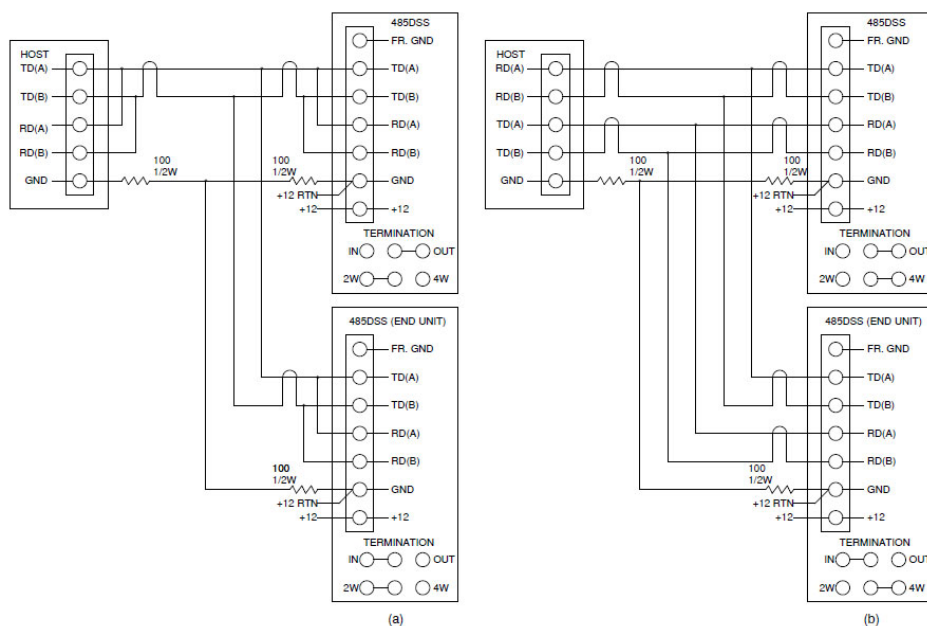

Figura 5.4 C Connessioni RS485 (a) 2 fili e (b) 4 fili
2. Impostare il modulo 485DSS per una comunicazione a 2 oppure a 4 fili. Le impostazioni dei ponticelli sono illustrate nella Figura 5.4.
3. Per ambienti rumorosi, potrebbe essere necessario un terminatore tra le linee RD (A) e RD (B). Per aggiungere un terminatore, impostare il jumper di terminazione su IN sul modulo 485DSS alla fine della linea.